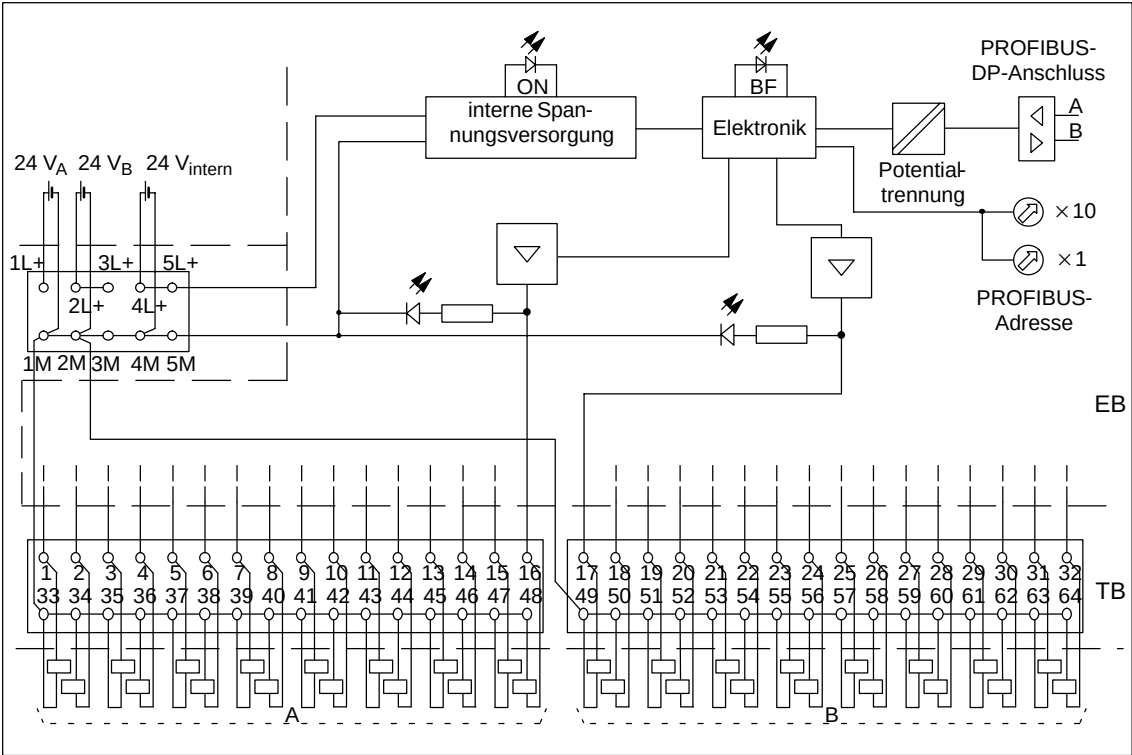

Bild 8-8    Prinzipschaltbild für Elektronikblock L 32 DO DC 24 V/0,5 A
**Prinzipschaltbild**      Bild 8-8 zeigt das Prinzipschaltbild.